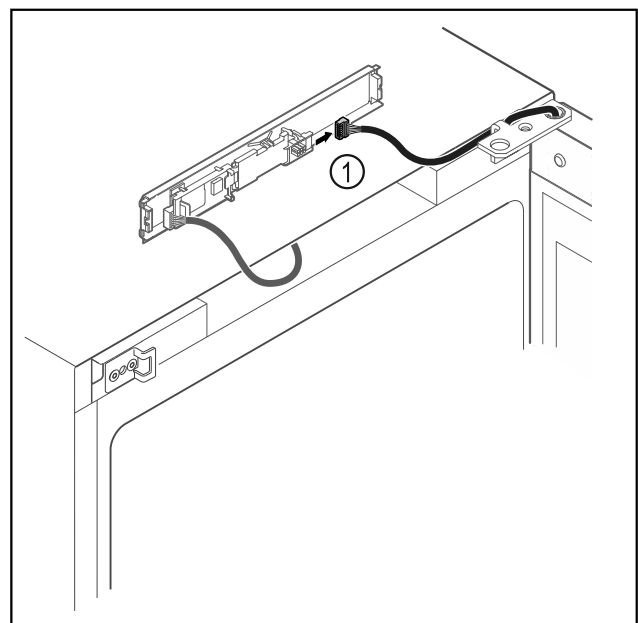

Fig. 14
- ▶ Отсоедините штекер Fig. 14 (1) от панели.